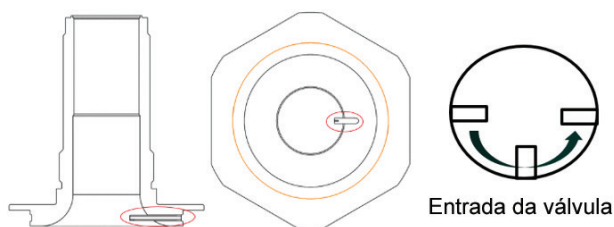

Figura 47: Montagem do bocal de detecção integral
- Insira o Tubo de Detecção Integral no bocal a partir do exterior do flange até apertar manualmente. Aperte até que a fenda no tubo esteja apontando para o lado de entrada do bocal dentro de uma janela de 180 graus mostrada na Figura 47.